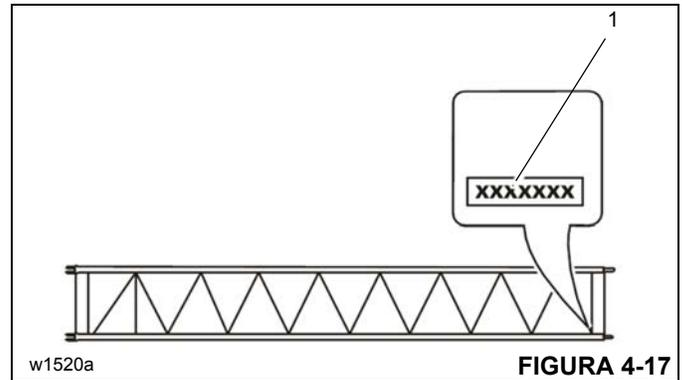

FIGURA 4-17
Nos insertos de 26 pés (8 m) o número de série (1) está na dianteira (Figura 4-17).